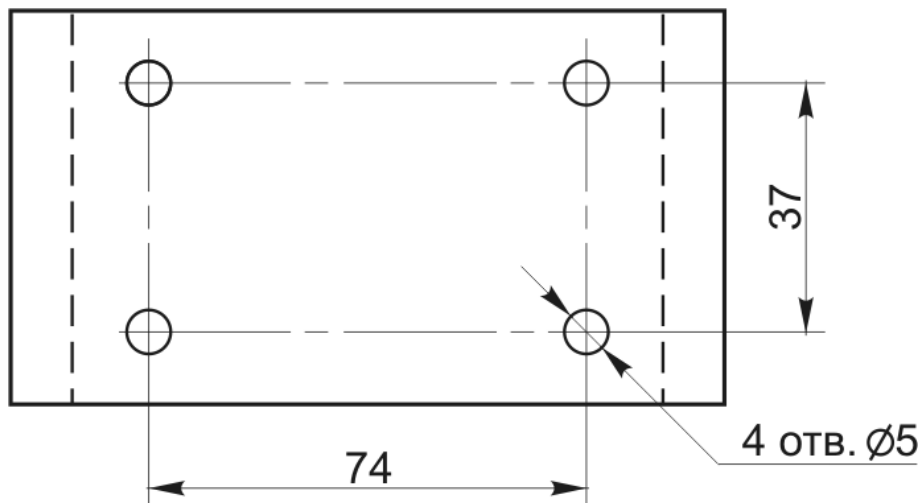

Рис. 4 – Крепёжная площадка МПП «Гарант-7-ВЗ»
6.3 Закрепить крепёжную площадку модуля в соответствии с определенными местами (по п. 6.2) и разметкой отверстий (рисунок 4).